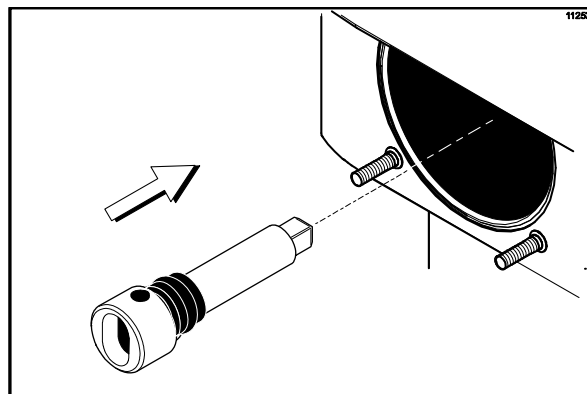

Figura 112
2. Insira o eixo de transmissão do shake pela bucha de bronze no cilindro de congelamento e encaixe a extremidade quadrada firmemente na luva do eixo de transmissão. Assegure-se de que o eixo de transmissão encaixa na bucha sem emperrar. (Veja a Figura 112.)